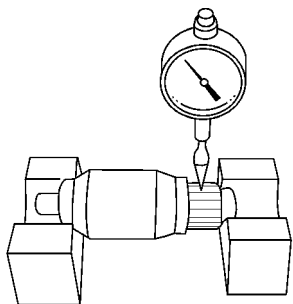

图 6-11 测量整流器圆周的径向圆跳动误差
(2) 检查整流器圆周的径向圆跳动量。将整流器放在 V 形架上，使用百分表测量整流器圆周的径向圆跳动量，如图 6-11 所示。